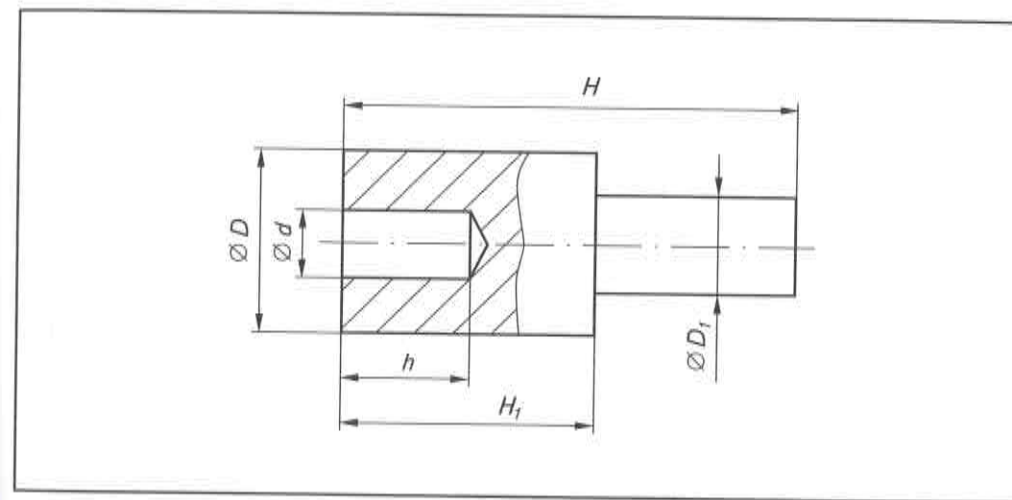

Рис. 66. Эскиз детали «ступенчатый валик» (к п. 1–3)
1. Выполните в рабочей тетради эскиз выданного учителем ступенчатого валика (рис. 66).